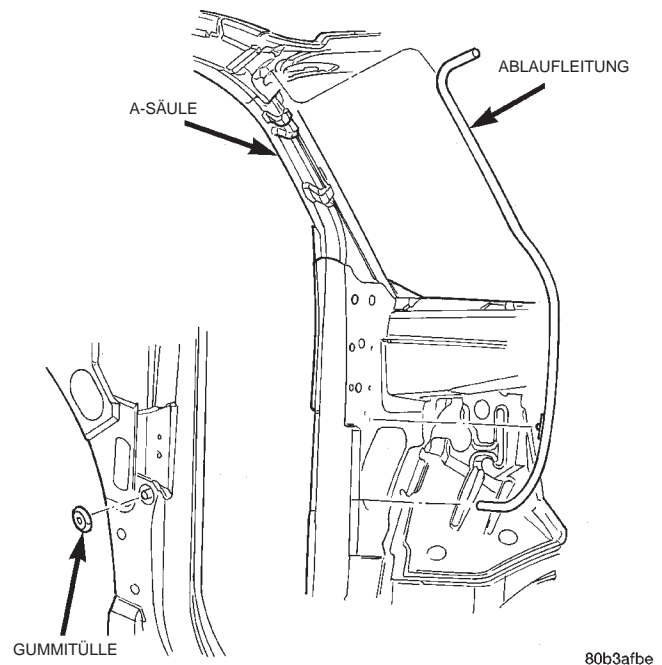
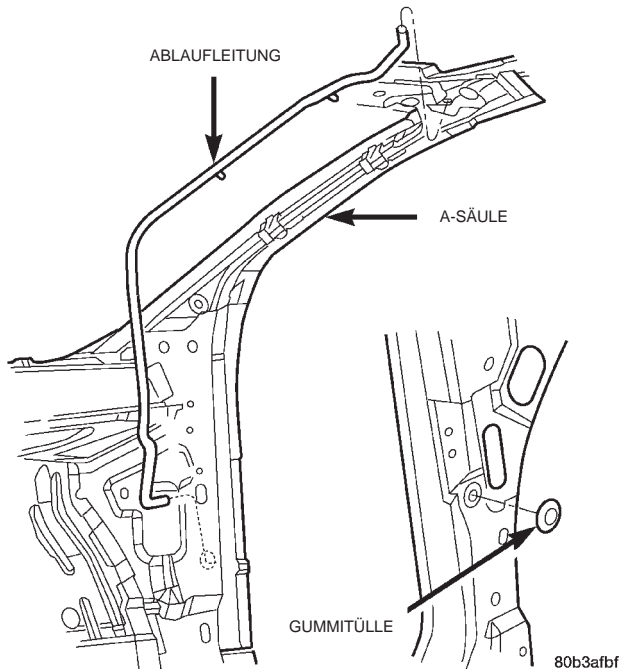

Abb. 4 Ablaufleitung vorn links/Schiebedachmodul
Abb. 5 Ablaufleitung vorn rechts/Schiebedachmodul
- (1) Glasscheibe vollständig schließen.
- (2) Betätigungsschalter und Steckverbinder abziehen.
- (3) Dachhimmel abbauen. Näheres zu den korrekten Arbeitsschritten siehe "Dachhimmel/Aus- und Einbau".
- (4) Seitliche Windlaufverkleidung abbauen.
- (5) Halteclips der Ablaufleitungen aus den Karosserieöffnungen herausziehen (Abb. 4) und/oder (Abb. 5).
- (6) Nach Bedarf Ablaufleitung vom Schlauchanschluss abklemmen.
- (7) Das kleinere Ende der neuen Ablaufleitung in das größere obere Ende der alten Ablaufleitung einstecken und mit Klebeband zusammenkleben.
- (8) Die alte Ablaufleitung hin- und herbewegen, damit sich die Dichtung löst.
- (9) Die alte Ablaufleitung nach unten und mit der neuen Ablaufleitung durch die Instrumententafel ziehen, bis das Ende der neuen Ablaufleitung sich neben der Gummitülle am seitlichen Windlauf befindet.
- (10) Tülle der Ablaufleitung aus dem Blech ziehen.
- (11) Alte Ablaufleitung von der neuen Ablaufleitung trennen.